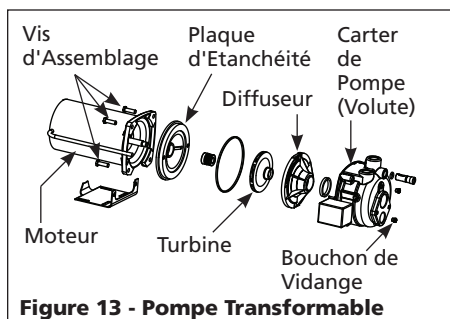

Figure 13 - Pompe Transformable
3. Enlever les quatre vis d'assemblage du carter de la pompe (volute) (Figure 13)